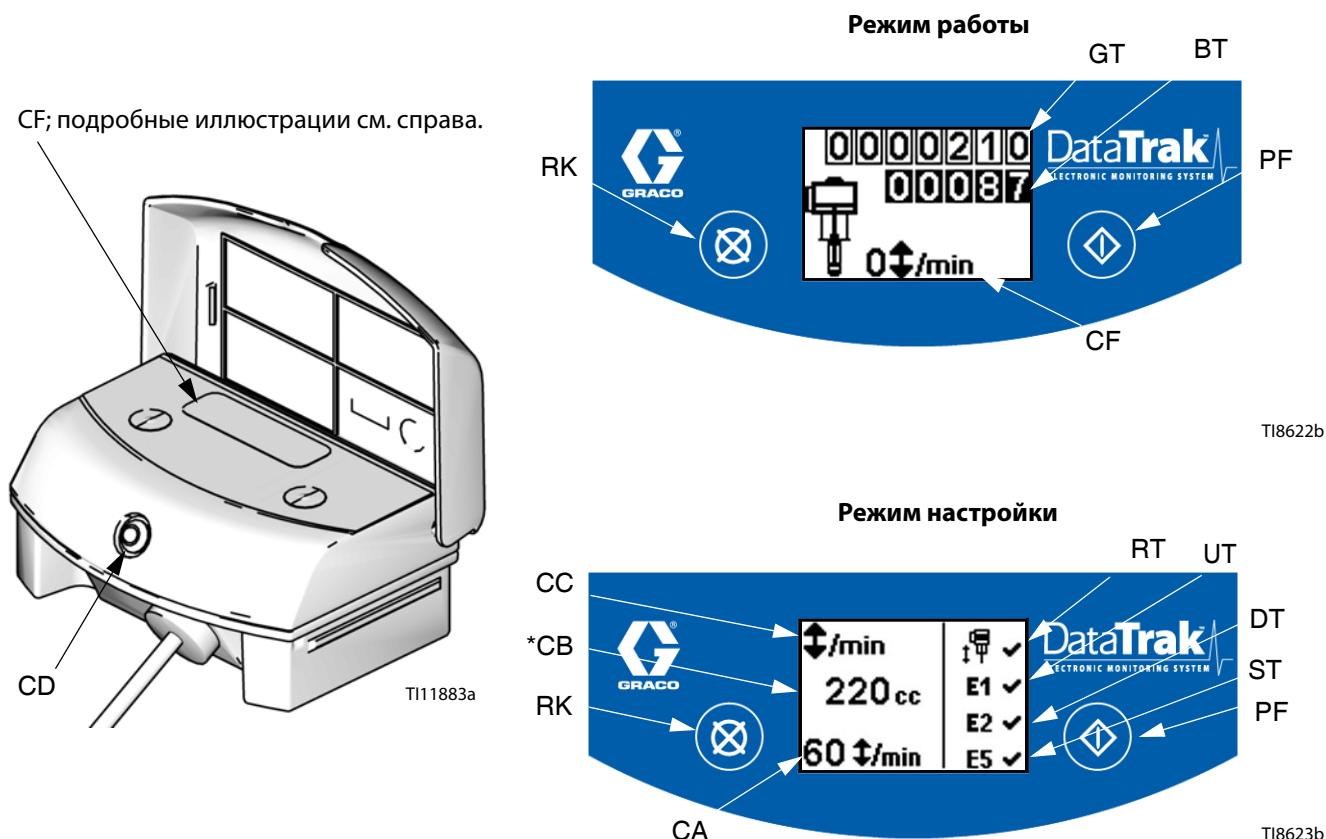

Рис. 31. Элементы управления и индикаторы модуля DataTrak
ПРИМЕЧАНИЕ: См. Рис. 31. Дисплей (Y) будет выключен по истечении одной минуты простоя в режиме Run (Эксплуатация) или после трех минут простоя в режиме Setup (Настройка). Для включения дисплея нажмите любую кнопку. Когда дисплей выключен, модуль DataTrak продолжает подсчитывать циклы.
1. См. Рис. 31. Нажмите и удерживайте кнопку  в течение 5 секунд, пока не появится меню настройки.
1. См. Рис. 31. В случае разгона насоса защитный электромагнит приводится в действие и останавливает насос. Светодиод (CD) начинает мигать, а на дисплее (CF) указывается состояние разгона (см. Таблицу 1). На дисплее будут циклически повторяться шесть сообщений с инструкциями.
2. Экраны разгона 1 и 2. Для возврата электромагнита защиты от разгона в исходное состояние закройте главный воздушный клапан (AP). Подождите, пока воздух полностью не выйдет из пневматического двигателя.
3. Экраны разгона 3 и 4. После того как выйдет воздух, нажмите кнопку выключения электромагнита (J), чтобы вернуть воздушный клапан в исходное состояние. Кнопка снова появится на экране, после того как на воздушный клапан будет подано давление.
ПРИМЕЧАНИЕ: Во время разгона параметры ошибки E1, E2 и E5 разрешены, и на экране настройки появится знак . См. Рис. 31.
5. Для перезапуска насоса откройте главный воздушный клапан (AP).
ПРИМЕЧАНИЕ: Чтобы отключить функцию контроля разгона, переведите систему в режим настройки и установите для параметра разгона (CA) значение 0 (ноль) или выключите параметр (RT)  (см. Рис. 31).
1. См. Рис. 31. Для перехода в режим заправки/промывки нажмите любую кнопку, чтобы включился дисплей, а затем нажмите . На дисплее отобразится символ заправки/промывки и светодиод
См. Рис. 31. Последняя цифра на счетчике партий (BT) означает десятые доли галлона или литра. Чтобы обнулить счетчик, нажмите любую кнопку для включения дисплея, а затем нажмите и удерживайте  в течение 3 секунд.
См. Рис. 31. Дисплей (CF) будет выключен по истечении одной минуты простоя в режиме Run (Эксплуатация) или после трех минут простоя в режиме Setup (Настройка). Для включения дисплея нажмите любую кнопку.
Модуль DataTrak может диагностировать некоторые проблемы в работе насоса. Если монитор обнаруживает проблему, светодиодный индикатор (CD, см. Рис. 31) будет мигать, и на дисплее будет отображен код диагностики. См. Таблицу 1.